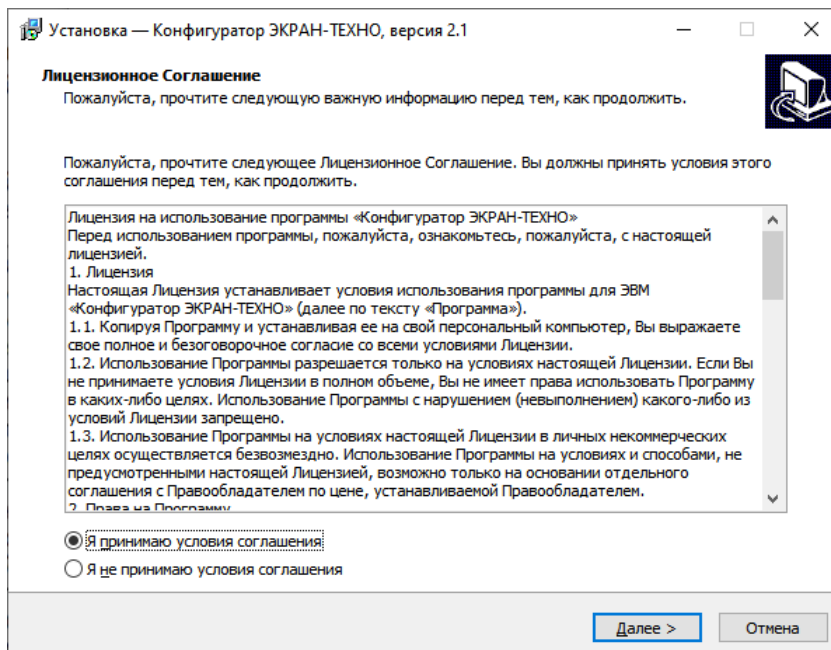

Рисунок 3.2 – Окно «Лицензионное соглашение»
1) В окне «Лицензионное соглашение» (рисунок 3.2) необходимо внимательно ознакомиться с условиями лицензионного соглашения, установить флаг «Я принимаю условия соглашения» и нажать кнопку «Далее».